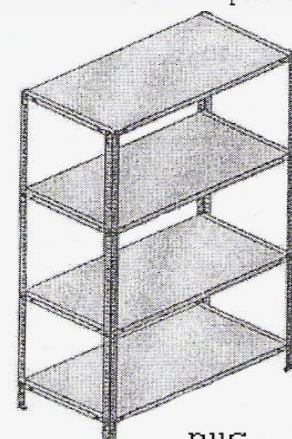

рис. 4
7. Стеллаж переворачивается на другую сторону или ставится вертикально (в зависимости от его устойчивости) и производится установка недостающего крепежа (рис.4).